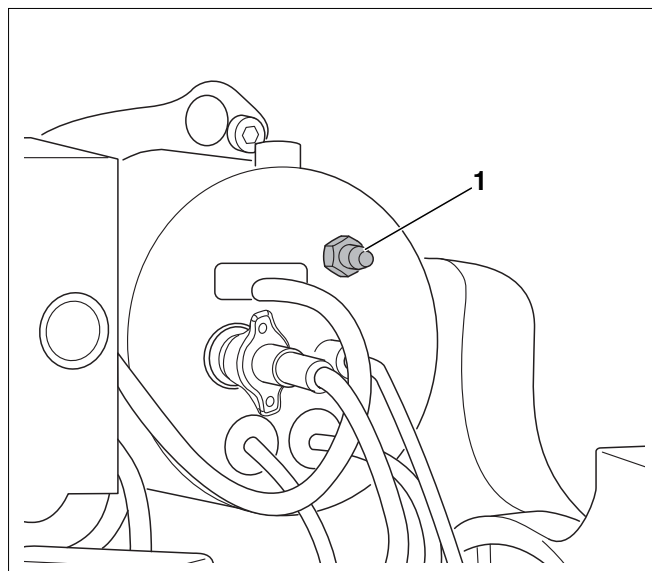

Fig. 35 Punto de medición de la presión estática del ventilador
- Conectar el aparato de medición para la presión estática del ventilador para la boquilla de medición de presión (fig. 35, **pos. 1**).